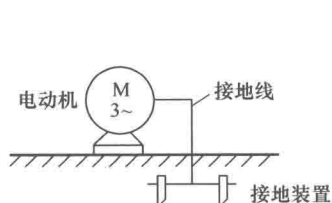

图 1-9 强电设备的接地
3) 在强电设备中，常常将设备的外壳与大地连接，当设备绝缘性能变差而使外壳带电时，可迅速通过接地线泄放到大地，从而避免人体触电，如图 1-9 所示。